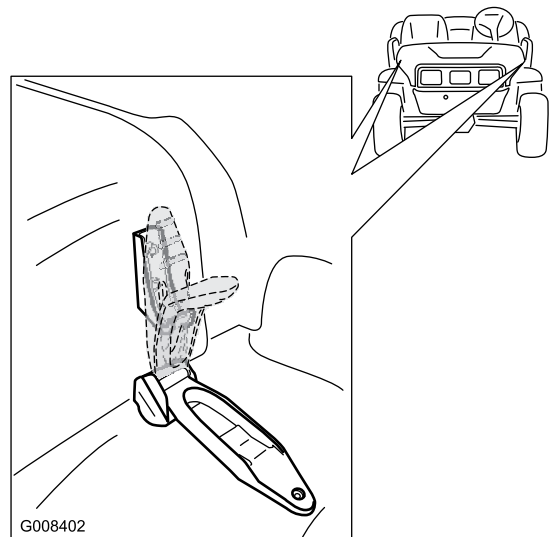

Figura 26
1. Tire hacia arriba de los cierres de goma de cada lado del capó (Figura 26).
2. Sujete el capó alineando los cierres de goma con los anclajes situados en cada lado del capó (Figura 26).